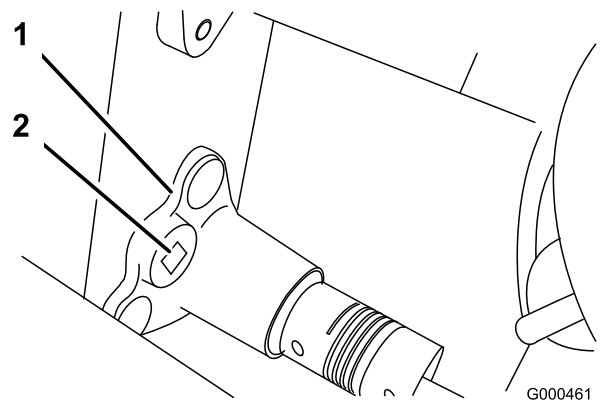

Figura 37
- B. Usando una llave dinamométrica de 3/8 pulgadas, gire el alojamiento del cojinete con una fuerza de 3,9–4,5 Nm para ajustar la tensión de la correa (Figura 37).